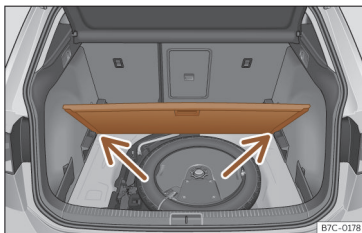

Fig. 166 Piso variável da bagageira: posição inclinada.
- Apoie o piso sobre os alojamentos previstos para o efeito >>> **Fig. 166** (setas).